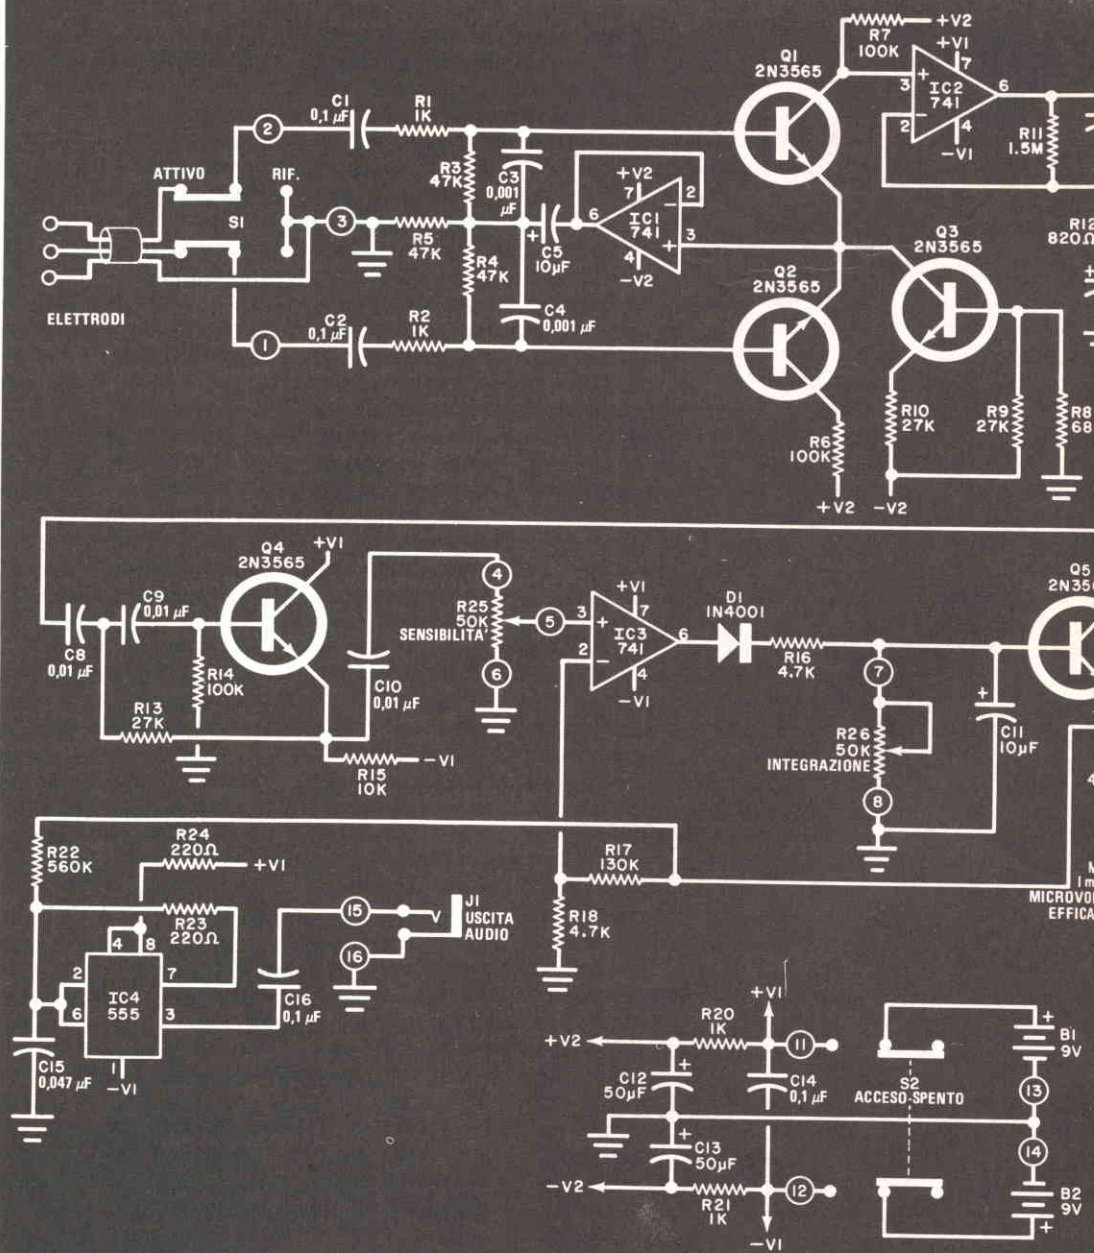

Fig. 2 - Schema del circuito di controllo muscolare.
**Come funziona** - In un apparato di questo tipo, lo stadio più importante è il preamplificatore differenziale d'entrata (Q1, Q2 e IC1 nella fig. 2). Ciò perché i segnali a modo comune, come i campi di perdita a 50 Hz e i relativi rumori di rete, impongono un limite alla risoluzione del segnale. L'impedenza di entrata a modo comune del circuito viene confrontata con lo sbilanciamento della sorgente per determinare il massimo rapporto di reiezione a modo comune.